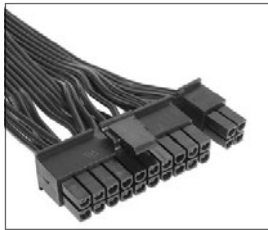

Abb. 1: 20+4-pol. Mainboard-Anschluss
1. Stecken Sie den 20+4-pol. Mainboard-Anschluss (Abb. 1) in die entsprechende Buchse auf dem Mainboard.